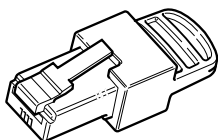

Figura 2-13 Terminal de rede
- Terminais de rede (Figura 2-13)—a rede Xanbus deve ter um terminal adequado em cada extremidade para garantir a qualidade do sinal de comunicação na rede. Os terminais de rede são conectados às portas da rede nos dispositivos ativados por Xanbus. O controlador de carregamento e outros dispositivos ativados por Xanbus são fornecidos com um terminal. Dependendo do layout da sua rede, talvez este terminal precise ser inserido em um dispositivo diferente, localizado em outro lugar na rede.